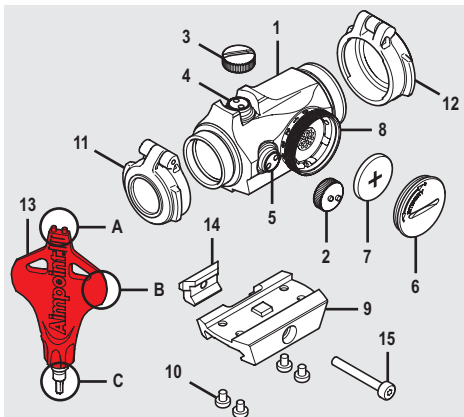

Fig. 1
- a Skruva ur Batterilock (6) med hjälp av Verktyget (13B).
- b Sätt i batteriet (CR2032) med pluspolen (+) mot Batterilock (6) som kan ses i Fig 1.
**WARNING:** Kontrollera att o-ringen på Batterilock (6) är på plats och oskadad för att förhindra vattenläckage.
- c Sätt Vridomkopplaren (8) på intensitetsnivå 12 (max.) och skruva i Batterilocket (6) med hjälp av Verktyget (13B). När du känner ett motstånd, fortsätt skruva tills batterilocket kommer till ett **stopp**.
- d Verifiera att den röda punkten lyser och att det **inte** finns något glapp mellan Batterilock (6) och batterihus.